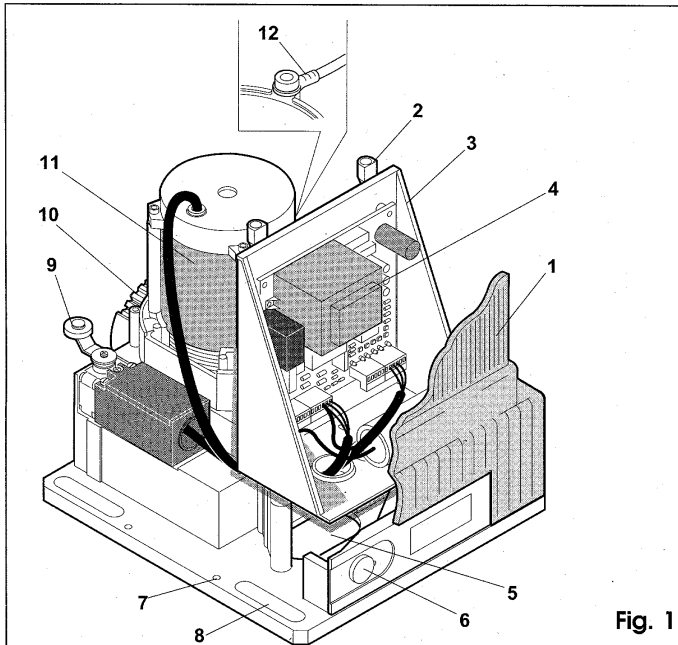

Fig. 1
- 6) Fijar el actuador a la plancha de fundación como se ilustra en la fig. 6, utilizando los tornillos y arandelas que se entregan de serie. La posición del actuador se indica en la fig. 5. Durante esta operación, pasar los cables eléctricos por el agujero (fig. 1 - ref. 5) practicado en la base del cuerpo del motorreductor.
- 7) Pasar los cables eléctricos de conexión por el agujero que hay en la base del soporte del equipo (fig. 1 - ref. 3) utilizando el pasacables que se incluye en el suministro.
Importante: 1) Conectar el cable de tierra del equipo en la posición indicada en la fig. 1 - ref. 12.